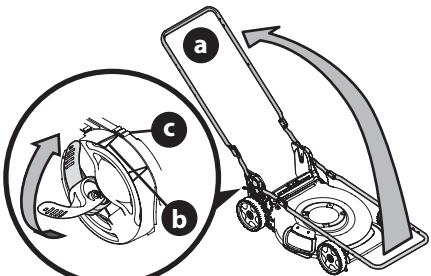

Figura 13
5. Mientras estabiliza la cortadora de césped para que no se mueva, levante la manija superior (a) (Figura 13). No prense los cables del control de la transmisión o de la cuchilla mientras levanta la manija.
6. Cuando levante la manija superior, asegúrese de que el indicador de posición (b) esté alineado con una de las tres posiciones de la manija (c). Vea el recuadro de la Figura 13.
7. Trabe las dos palancas de liberación de manija. Vea el recuadro de la Figura 13.